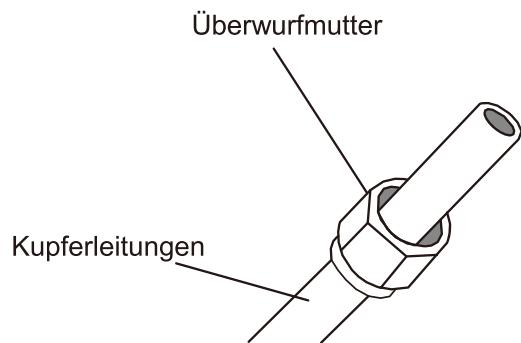

Abb. 5.3
3. Befestigen Sie die Überwurfmutter an beide Enden der Leitungen. Vergewissern Sie sich, dass die Muttern in der richtigen Position sind, denn nach dem Senken kann nicht mehr nachjustiert oder die Position verändert werden. Siehe Abb. 5.3